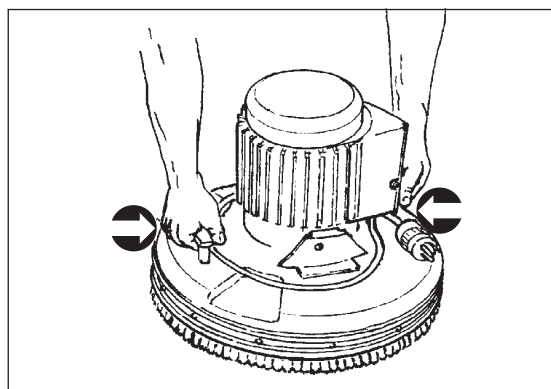

Рисунок 3
5. Чтобы поднять шлифовальное устройство, возьмите корпус за подъемные стороны. (См. рисунок 3)